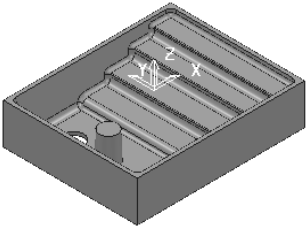

图 2-50 打开范例文件
2) 选择下拉菜单中的“文件”→“范例”命令，弹出“打开范例”对话框，选择“flats.dkg”（“随书光盘：\第 2 章\exercise5\uncompleted\flats.dkg”）文件，单击“打开”按钮即可，如图 2-50 所示。